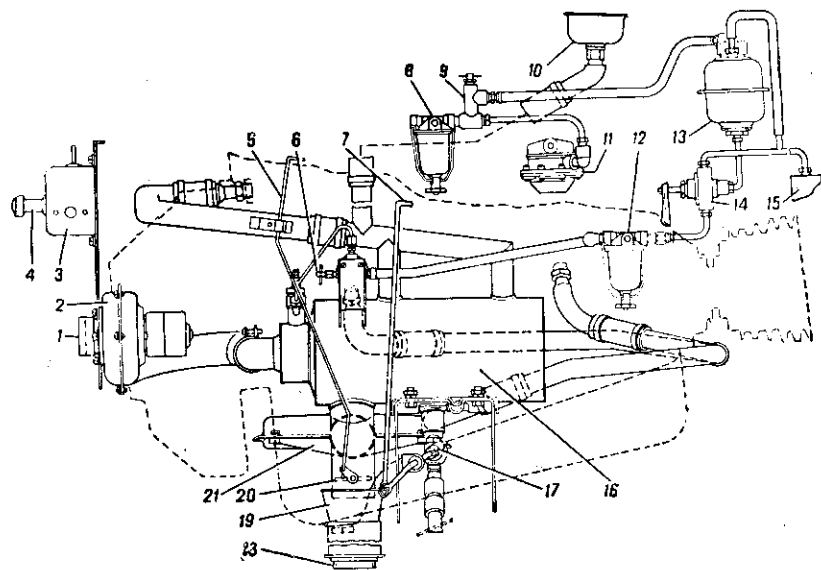

Рис. 156. Схема установки пускового подогревателя двигателя:
Во время пуска подогревателя при открытой заслонке 20 (рис. 156) газы направляются наружу через воронку газоотводящего патрубка 19 и отверстие в днище корпуса машины.
2. Отверните пробку 18 (рис. 156) в днище корпуса машины.